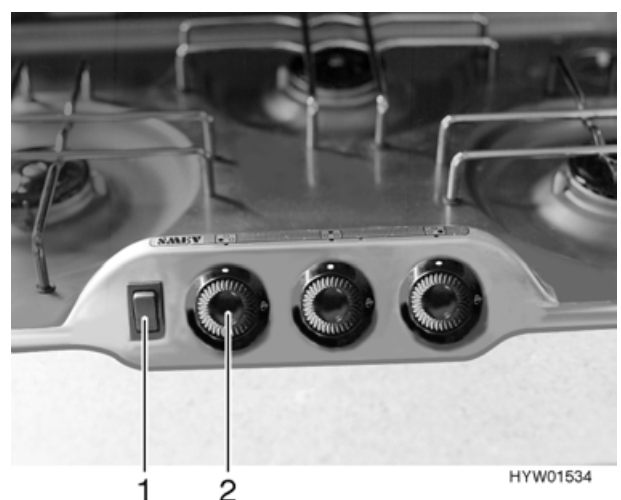

Bild 85 Bedienelemente für Kochstelle (Moving)
- Drehregler (Bild 85,2) drücken, in Stellung "Max." drehen und gedrückt halten, bis Gas zum Brenner strömt.
- Wippschalter (Bild 85,1) drücken. Am Brenner werden Zündfunken erzeugt.